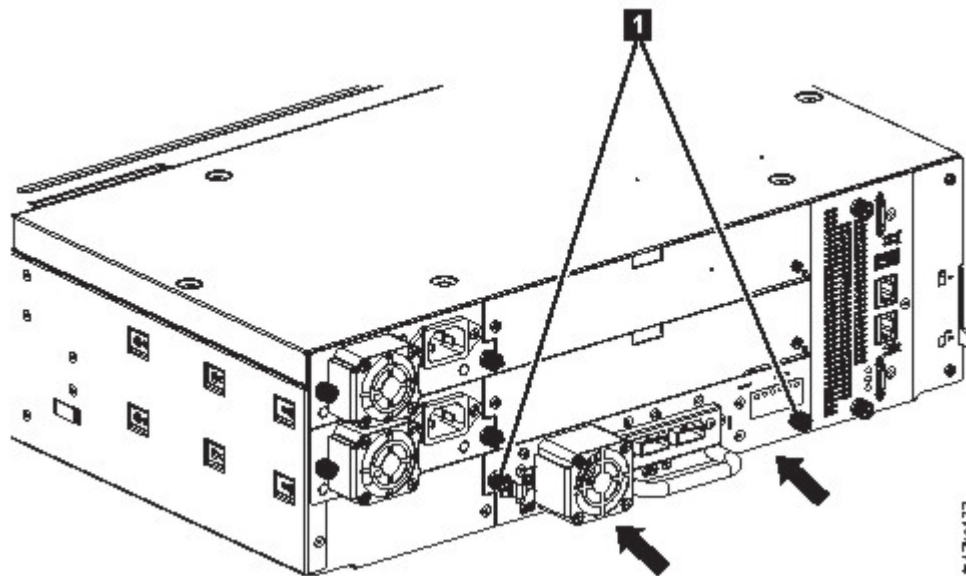

Abbildung 61. Bandlaufwerk installieren
3. Ziehen Sie die Rändelschrauben (**1** in Abb. 61) mit den Fingern an, bis das Bandlaufwerk befestigt ist.